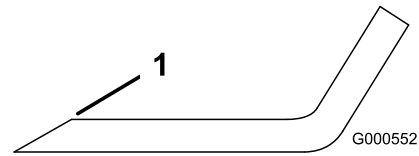

Figura 43
- Utilice una lima para afilar el filo de corte en ambos extremos de la cuchilla (Figura 43). Mantenga el ángulo original. La cuchilla permanece equilibrada si se retira la misma cantidad de material de ambos bordes de corte.